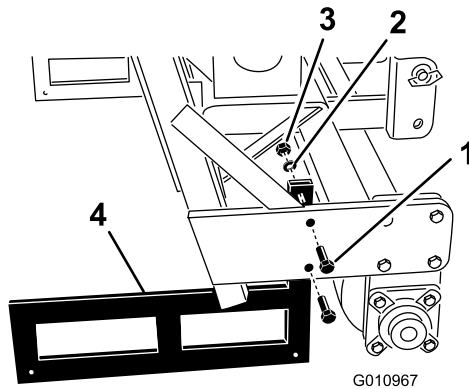

Bild 32
2. Entfernen Sie die Schrauben und Muttern, mit denen die Sicherheitsstände am Aerifizierer befestigt sind (Bild 32).